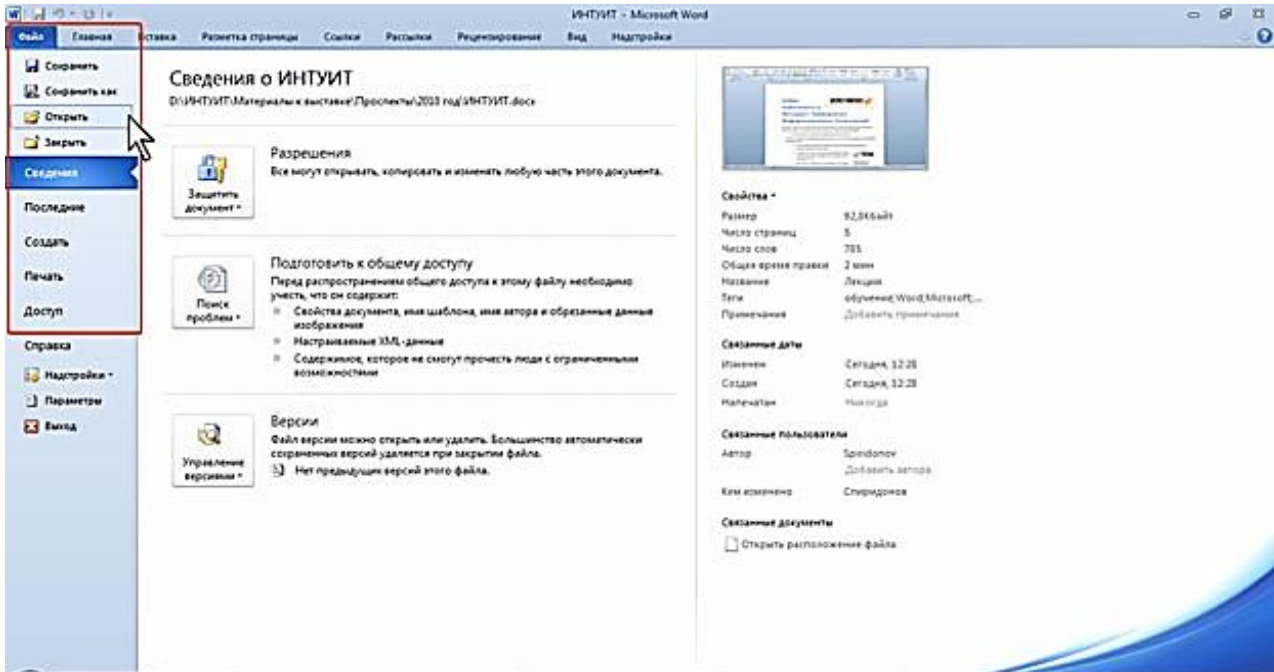

Рис. 11. Открытие файла
1. Перейти во вкладку **Файл** и выбрать команду **Открыть** (рис. 11).